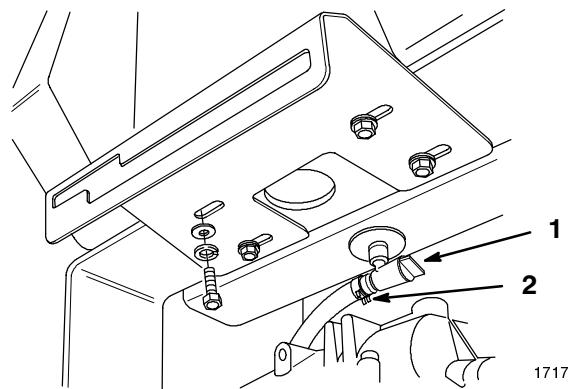

Figure 29
- Fermer le robinet d'essence sous le réservoir (Fig. 29).
- Pincer les extrémités du collier du flexible, et faire glisser le collier pour l'éloigner du robinet (Fig. 29).
- Tirer sur le flexible pour le détacher du robinet (Fig. 29). Ouvrir le robinet et laisser l'essence s'écouler dans un bidon d'essence ou un autre récipient.
2. Fermer le robinet d'essence sous le réservoir (Fig. 29).
6. Ouvrir le robinet d'essence sous le réservoir (Fig. 29).